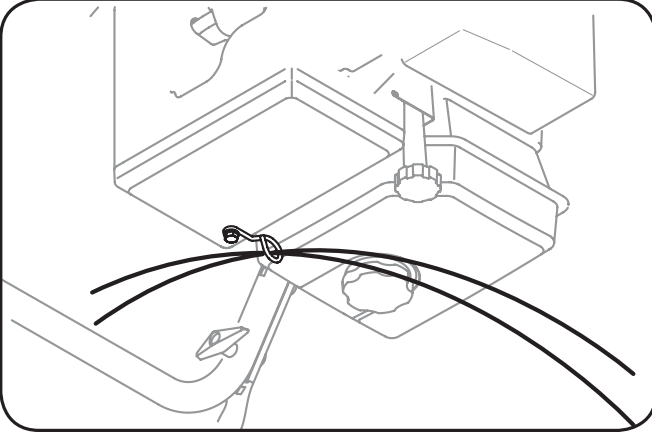

Fig. 3-8
- Positionnez les barres de coupe pour qu'elles fount face à l'avant comme illustré à la Fig. 3-8. Maintenez-les en place avec la boullonnerie enlevée précédemment, les écrous à oreilles devraient être attachés sur l'extérieur du logement comme illustré.
- Vérifiez que tous les câbles sont acheminés dans le guide sur la droite de la manivelle de commande de la goulotte. Voir la Fig. 3-8.